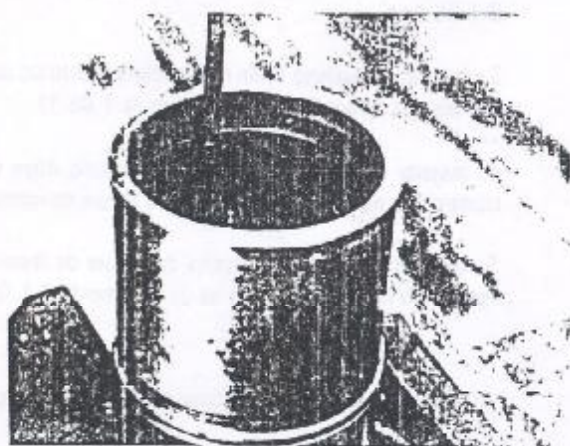

Figura 1.05.2 - Verificação da folga entre pontas do anel
3. Medir, com um calibre de lâminas, a folga entre pontas do anel (Figura 1.05.2).